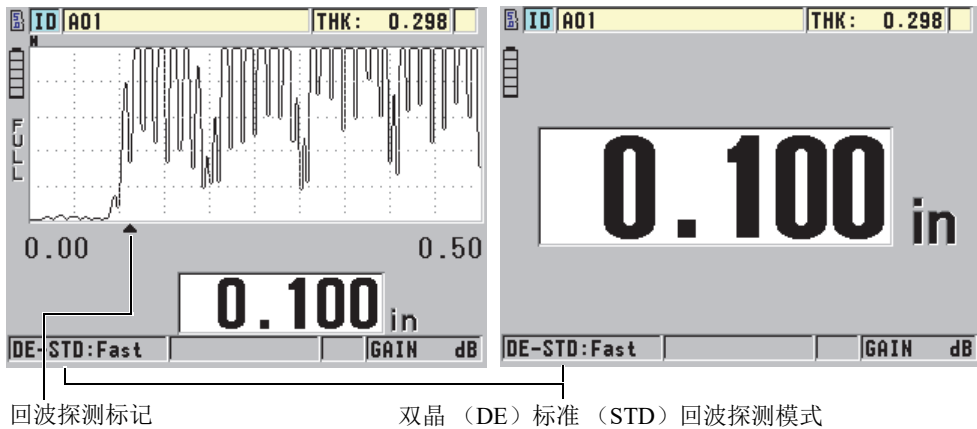

图 6-2 在标准回波探测模式下进行测量
**DE-STD**（双晶标准）指示器出现在厚度读数的左侧。三角形的回波探测标记出现在波形显示的下方、对应于底面回波的地方（参见第 76 页的图 6-2）。